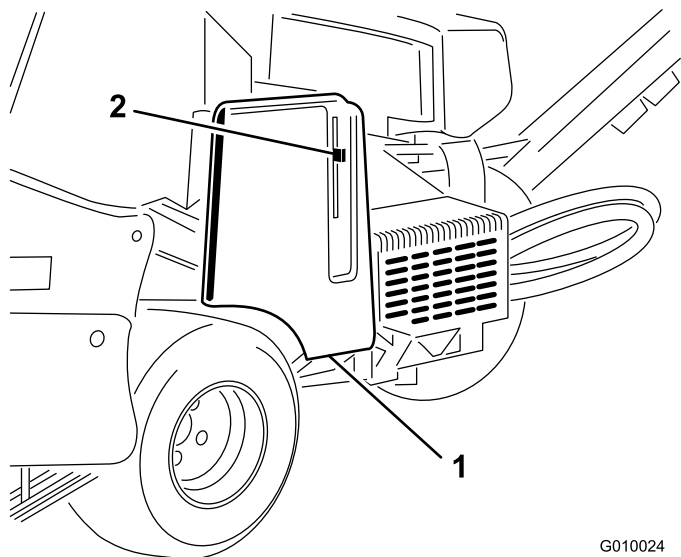

Figura 18
2. Sbloccate e togliete il paracinghia (Figura 18).